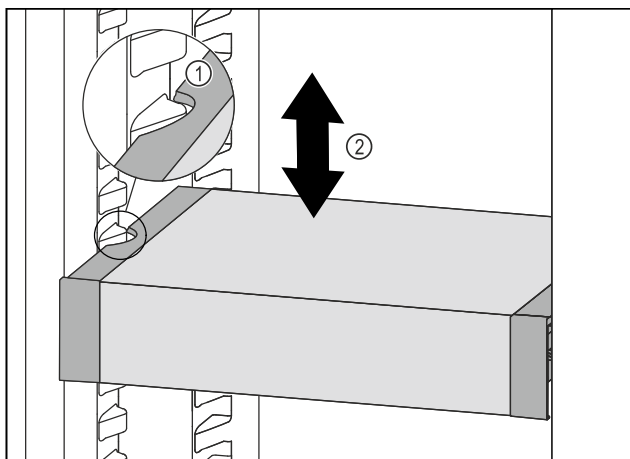

Fig. 122
- VarioSafe w chłodziarce przesunąć w górę lub w dół, aż zostanie osiągnięta żądana wysokość. Fig. 122 (2)